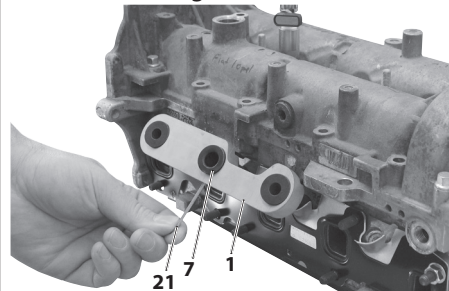

Abb. 26: Kernlochbohrer "13" ($\varnothing 9,1 \text{ mm}$) mit Öl bestreichen.
3. Adapter "20" zusammen mit einem 3/8" Steckschlüssel-Einsatz SW10 mm und dem Kernlochbohrer "13", in eine geeignete Bohrmaschine einsetzen. (**Abb. 26**)
4. Absperrventil am Druckluftadapter "9" weit öffnen, um bei nachfolgenden Arbeiten ein hereinfallen von Spänen und Partikeln in den Zylinderkopf zu vermeiden. (**Abb. 26**)
• Kernlochbohrer "13" mit Öl bestreichen. (**Abb. 26**)